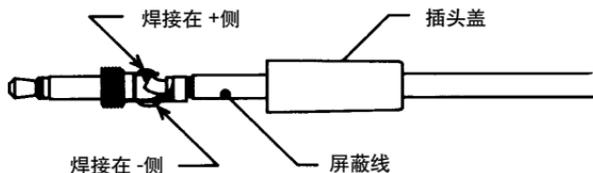

图 10: 屏蔽线连接图
1. 准备一条镀层单芯屏蔽线并将它焊接到连接的记录仪输出插头上, 如图10所示。将另一条屏蔽线连接到观测设备的输入接口。